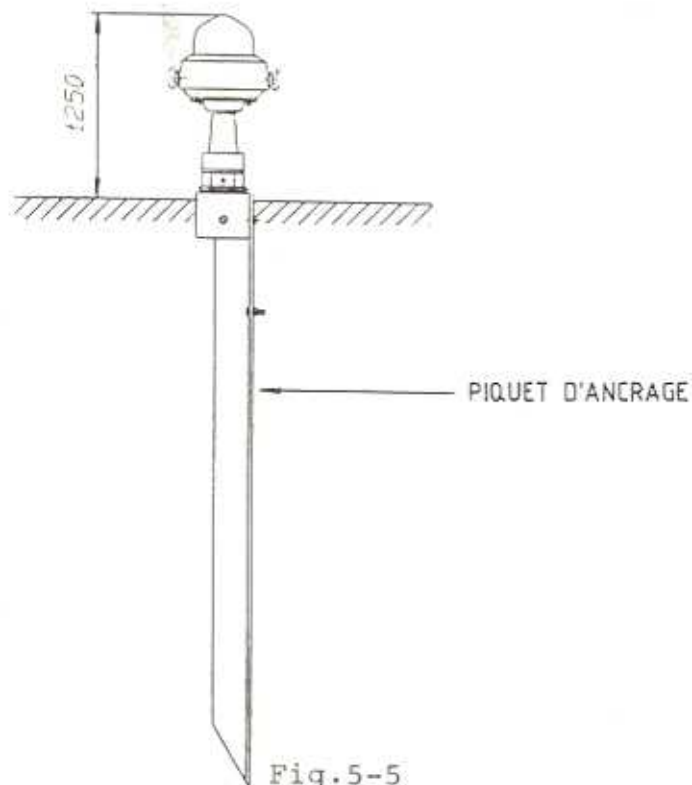

Fig.5-5
5.5.1 Placer le piquet dans un trou de 15 cm de diamètre et d'une profondeur de 76 cm comme indiqué fig. 5-5.